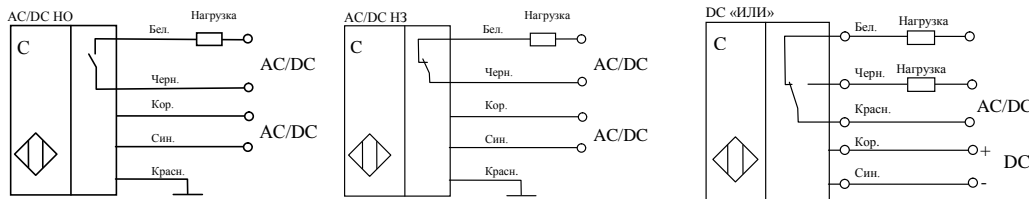

Рис. 2. Схема подключения датчиков
3.3 Датчики включаются в электрическую цепь в соответствии с Рис.2. Назначение выводов и схема подключения приведены в маркировке на корпусе датчика.